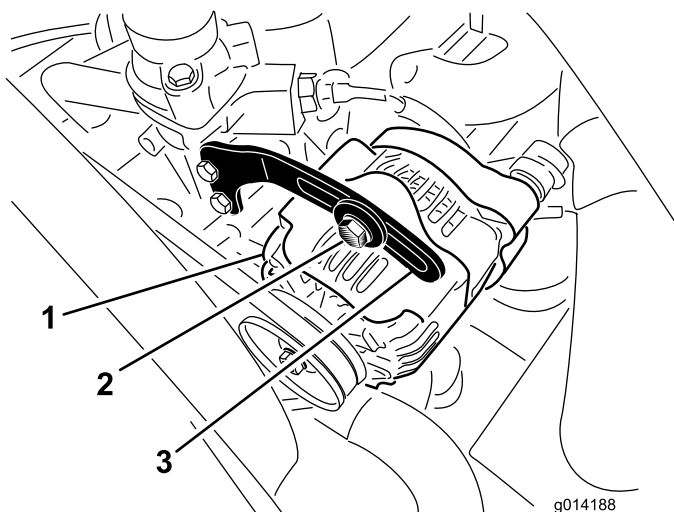

図 38
2. オルタネータ側プーリとクランクシャフト側プーリ間の中央部でオルタネータベルト(図38)を指で10 kg程度の力で押してベルトの張りを点検する。
3. ブレースをオルタネータ図38に固定しているボルトと、オルタネータのピボットボルトをゆるめる。